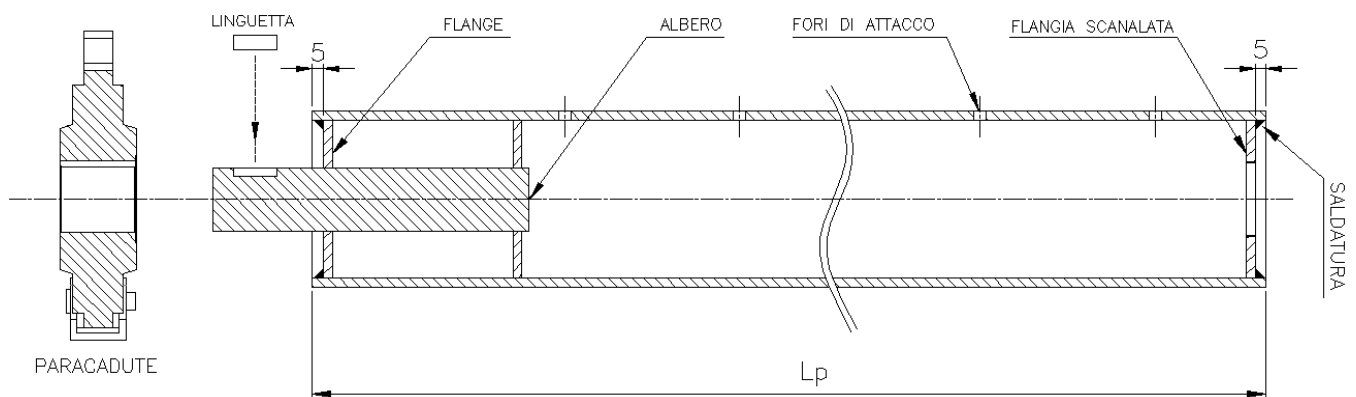

Fig. 2
After cutting the tube to the previously determined length, make the threaded holes on the axis necessary for affixing the shutter. Insert the flanged shaft inside the tube and proceed with the welding of the flange as shown in Figure 2 (parachute side); Insert the grooved flange on the motor side and weld the tube.
Après avoir coupé le tube à la longueur déterminée au préalable, réaliser les trous filetés sur l'axe nécessaire pour la fixation du volet. Insérer l'arbre à bride à l'intérieur du tube et procéder à la soudure de la bride comme le montre la figure 2 (côté antichute). Insérer la bride rainurée sur le côté moteur et la souder au tube.
**ES- REGULACIÓN DEL FIN DE CARRERA** Girar manualmente el pomo de fin de carrera (B) que se muestra en la fig. 2 hasta escuchar el clic del resorte del microinterrupor 1 (regulación de bajada efectuada). Esta operación debe realizarse con el cierre enrollable completamente cerrado. Dar tensión al motorreductor mediante el panel de mandos y comprobar si el cierre, al subir, se detiene en el punto deseado. Para ajustes de la posición, utilizar el mismo pomo, procediendo única y exclusivamente con los mandos eléctricos.